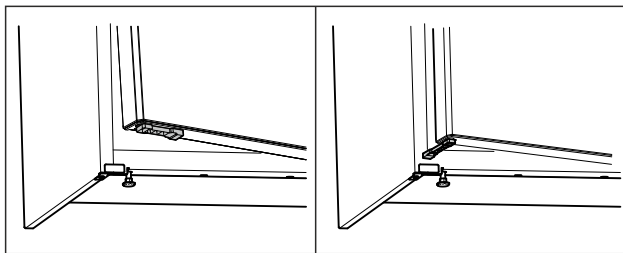

Fig. 63*
- Rotiți limitatorul de deschidere a ușii cu 90°. (vezi Fig. 63)*